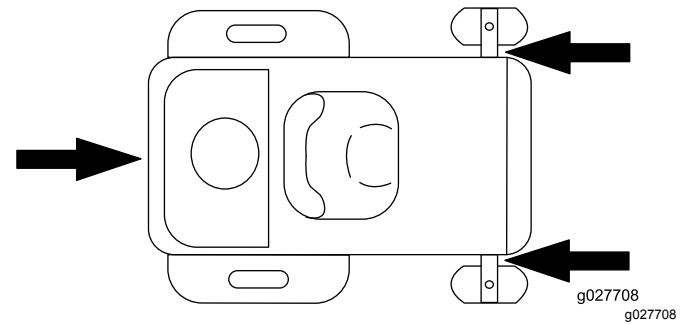

Figura 23
5. Amarre la máquina junto a las ruedas giratorias delanteras y el guardabarros trasero (**Figura 23**).